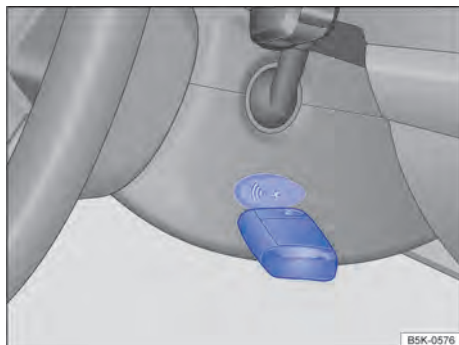

Fig. 86 A la derecha en la columna de dirección: función de arranque de emergencia en vehículos con sistema de bloqueo y de arranque Keyless Access sin llave.
- Mantener la llave del vehículo directamente después de presionar la tecla de arranque a la derecha de la columna de dirección → fig. 86.